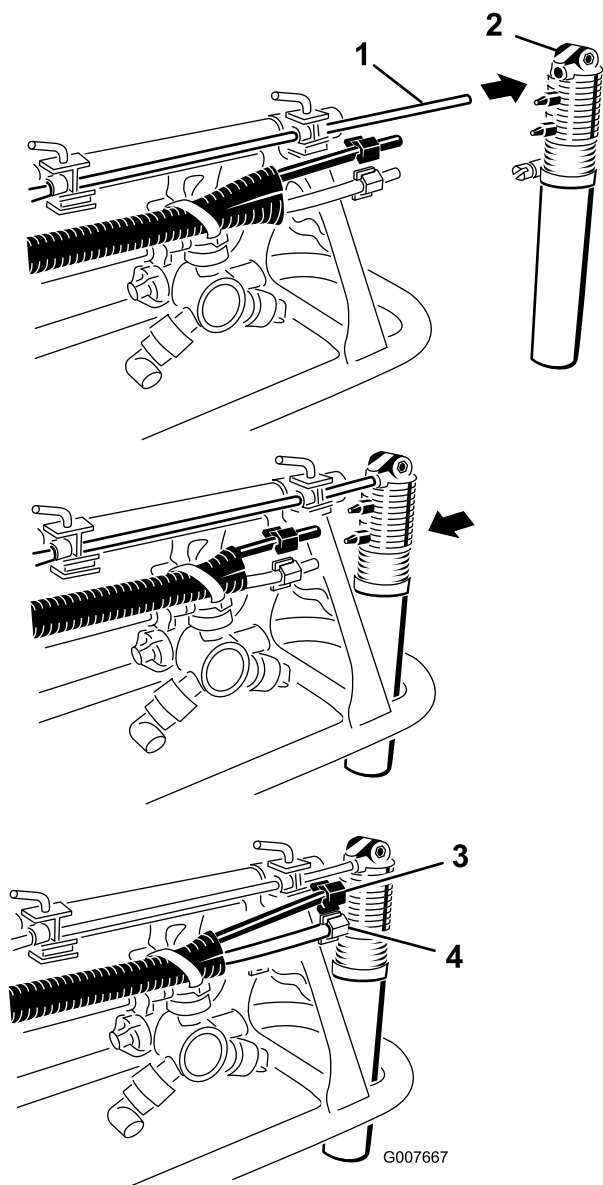

Figure 21
1. Trouvez les buses de mousse dans les pièces détachées et placez une buse sur la tige de montage, comme montré à la (Figure 21).